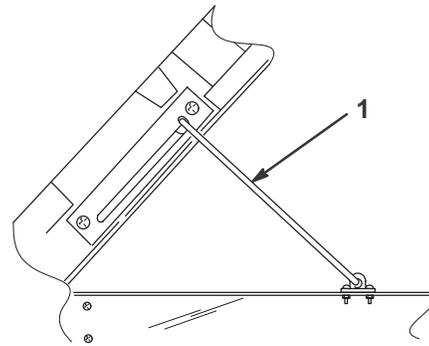

Bild 21
3. Heben Sie die Mulde ganz hoch und senken sie dann etwas ab, um den Ständer einrasten zu lassen (Bild 21).